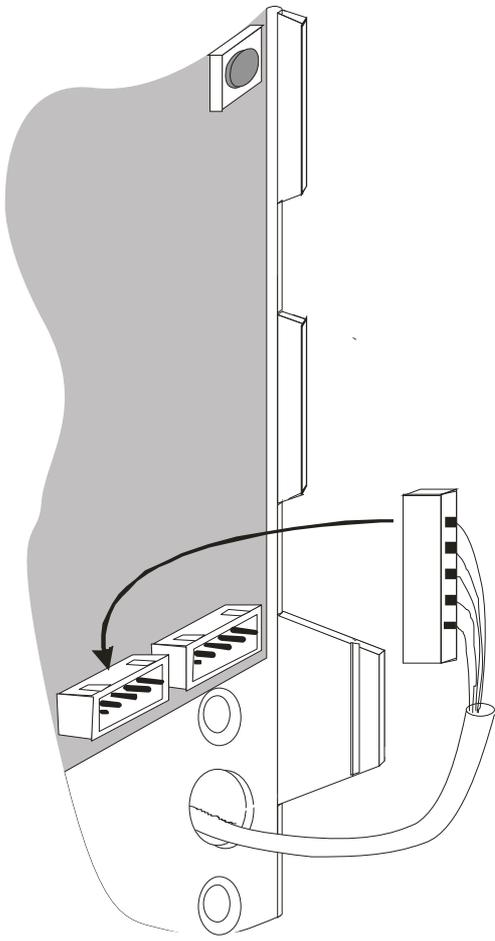

Рис. 13
6.1.7. Пинцетом или при помощи отвёртки, извлеките кабель из паза (для доступа к отверстию крепления замка рис. 13). Закрепите винтами М5х35 корпус замка на двери, предварительно сняв крышку и установив на замке режим "OPEN". Уложить кабель от разъёма ХЗ на место.
6.1.16. Соедините разъём кабеля от ручки набора кода с соответствующим разъёмом платы управления (рис. 13).